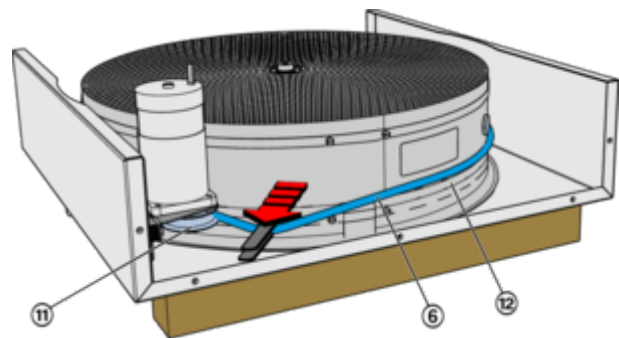

Abb. 50: Rundriemen auflegen
9. ▶ Zum Austausch den vorhandenen Riemen (Abb. 50 /6) abschneiden
- 11.▶ Neuen Riemen (Abb. 50 /6) um die Speichermasse (Abb. 50 /12) legen und über den gesamten Umfang bis auf die Höhe der Riemenscheibe (Abb. 50 /11) fluchtend ausrichten.